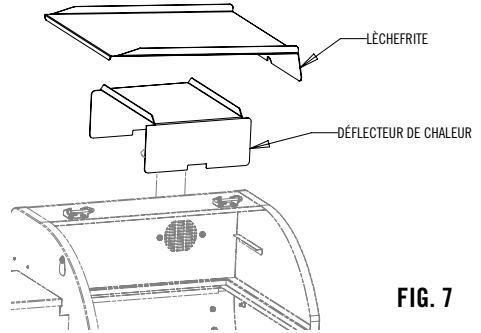

FIG. 7
- Monter le déflecteur de chaleur et la lèche-frite comme indiqué aux Fig. 7 et 8.